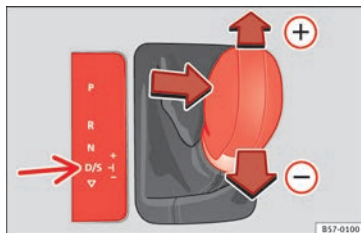

Fig. 182 Console centrale : Changer de vitesses en mode Tiptronic.
- Poussez le levier sélecteur vers l'avant (+) pour passer une vitesse supérieure » **fig. 182.**